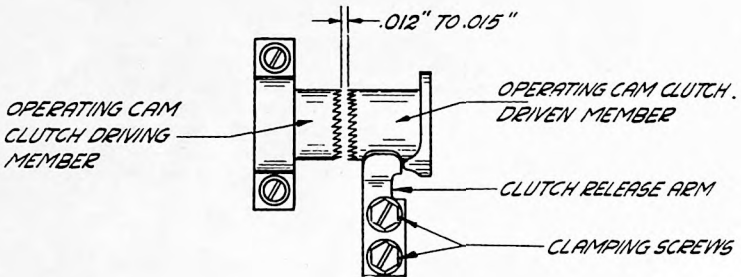

Fig. 2
4. OPERATING CAM CLUTCH RELEASE ARM POSITION (Figure 2)